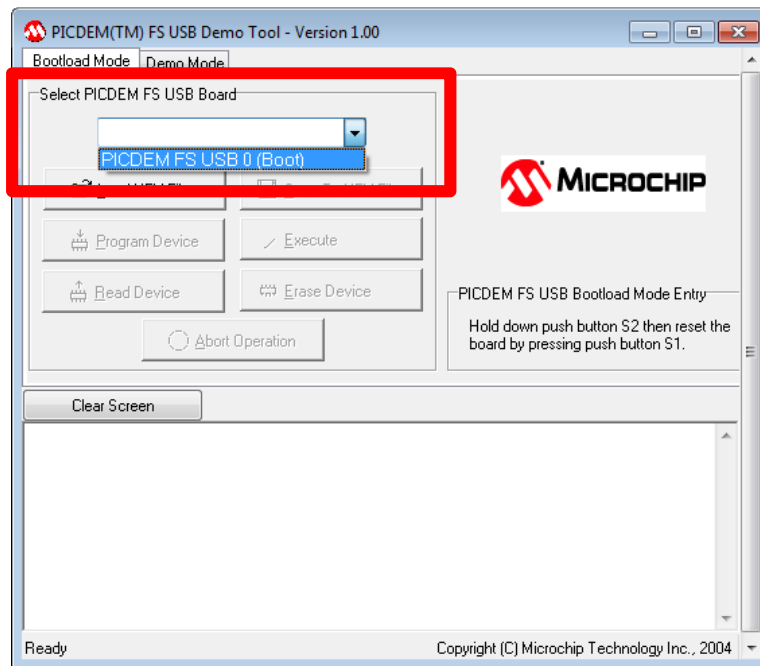

Figura 4 – Confirmação da detecção da placa do KIT PIC18F4550.
- **Passo 2** – O software PICDEM FS USB irá detectar a comunicação do KIT, o que pode ser testado através da caixa “*Select PICDEM FS USB Board*”, conforme a Figura 4. Caso a placa não foi identificada, repetir o Passo 1.